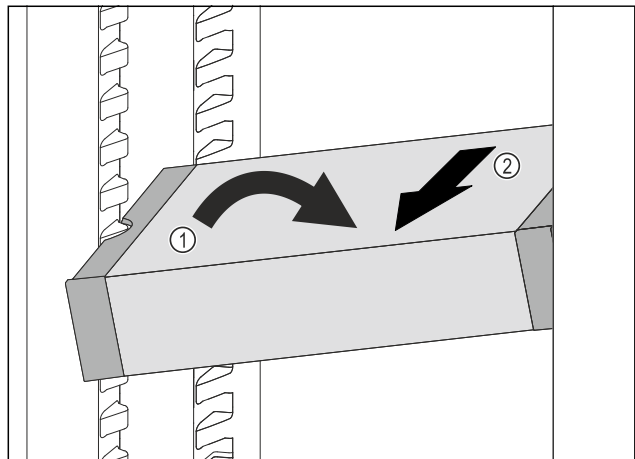

Fig. 111
- ▶ Наклонете VarioSafe в хладилната част. Fig. 111 (1)
- ▶ Извадете VarioSafe напред. Fig. 111 (2)